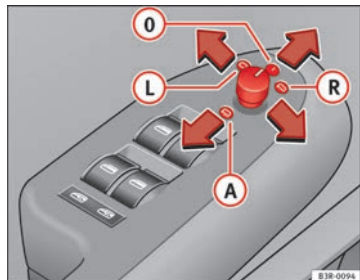

Fig. 105 Detalle del reposabrazos: Mando giratorio
- Gire el mando a la posición ⇒ fig. 105 **L** (retrovisor exterior del conductor) o a la posición **R** (retrovisor exterior del acompañante).
Al poner la marcha atrás, se inclina ligeramente hacia abajo la superficie del espejo, siempre que se haya conmutado a dicho retrovisor (mando giratorio en posición **R** ⇒ fig. 105). Esto permite ver el bordillo al aparcar el vehículo.